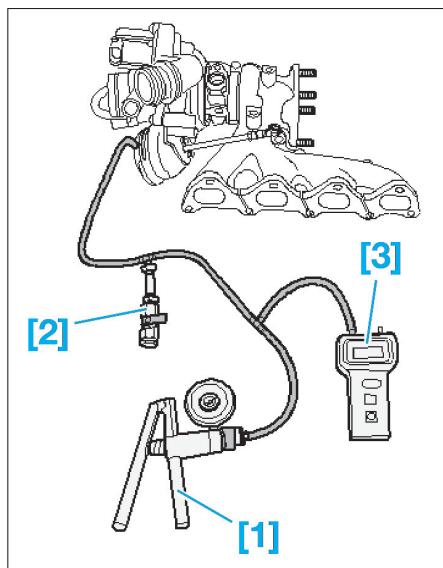

Fig. 60
- Accoupler les appareils de mesure et de contrôle comme représenté ; la pompe à vide [1], le clapet de régulation [2] et le contrôleur du turbocompresseur [3] (Fig.60).